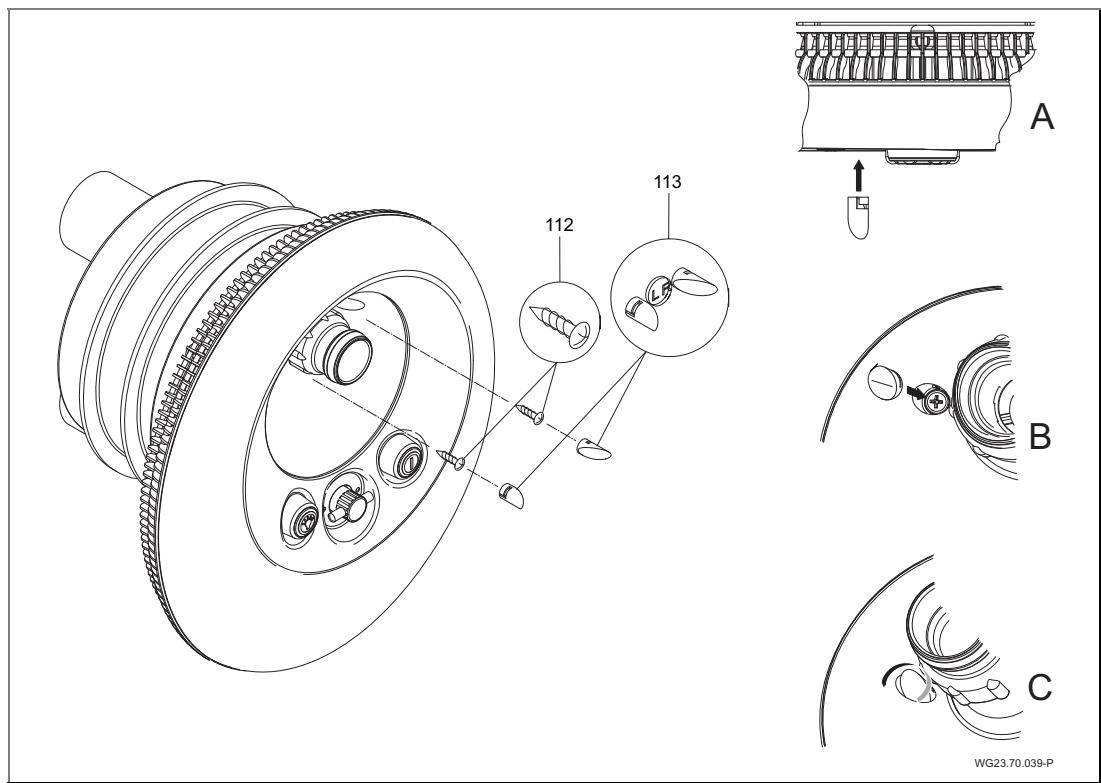

Fig. 20
10. Fixer les enjoliveurs dans le capot de lumière (110) en procédant de la manière représentée sur la fig. 16 A-C. Employer les bons enjoliveurs pour la gauche (L) et la droite (R). (Fig. 20)
1. Desserer l'écrou (20).
4. Déverrouiller le couvercle (113). Voir "Fig. 20", page 35.
5. Desserrer la vis (112) et enlever le couvercle d'éclairage (110).
6. Desserrer la vis (49) et enlever la face inox (93).
7. Desserer la vis (95) et enlever le boîtier d'aspiration (107).
8. Désserrer la vis (52). Enlever la bague de serrage (28) et son joint (27).